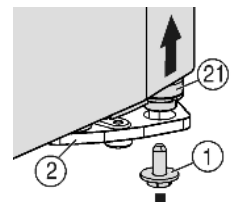
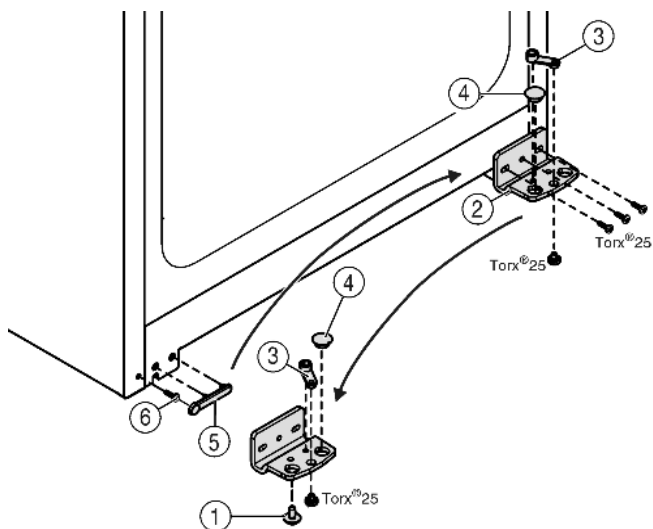

Fig. 6
Fig. 7
- ▶ Na dole po prawej stronie odkręcić śrubę zabezpieczającą Fig. 6 (1) z płytki zawiasu.
- ▶ Trzpień zawiasu Fig. 6 (21) luzuje się w płytce zawiasu Fig. 7 (2).
- ▶ Jeśli trzpień zawiasu Fig. 6 (21) nie poluzuje się, należy wycisnąć go od dołu.
- ▶ Odkręcić płytkę zawiasu Fig. 7 (2).
- ▶ Odkręcić element zawiasu Fig. 7 (3), przenieść do przeciwległego otworu zawiasu i tam dokręcić.
- ▶ Zatyczki Fig. 7 (4) wyjąć z płytki zawiasu i przenieść do przeciwległego otworu zawiasu.
- ▶ Ostrożnie podnieść osłonę Fig. 7 (5) od strony uchwytu.
- ▶ Wykręcić śrubę Fig. 7 (6) i ponownie wkręcić po przeciwnej stronie.
- ▶ Ponownie założyć osłonę Fig. 7 (5).
- ▶ Przykręcić mocno płytkę zawiasu Fig. 7 (2) na nowej stronie (**z siłą 4 Nm**), w razie potrzeby za pomocą wkrętarki akumulatorowej.
- ▶ Śrubę zabezpieczającą Fig. 6 (1) wkręcić w trzpień zawiasu i mocno dokręcić (**z siłą 4 Nm**).